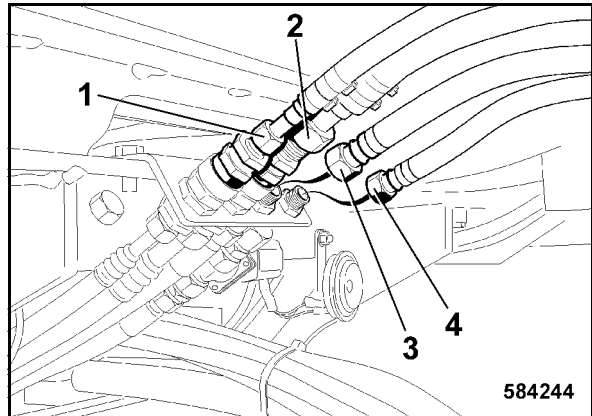

Bild 203
- Liitä ilmastointilaitteen tulo- 1 (Bild 203) ja paluu (2) pikalukituksilla.
- Liitä lämmityksen tulo- (4) ja paluu (3). (Huomioi letkun merkintä).